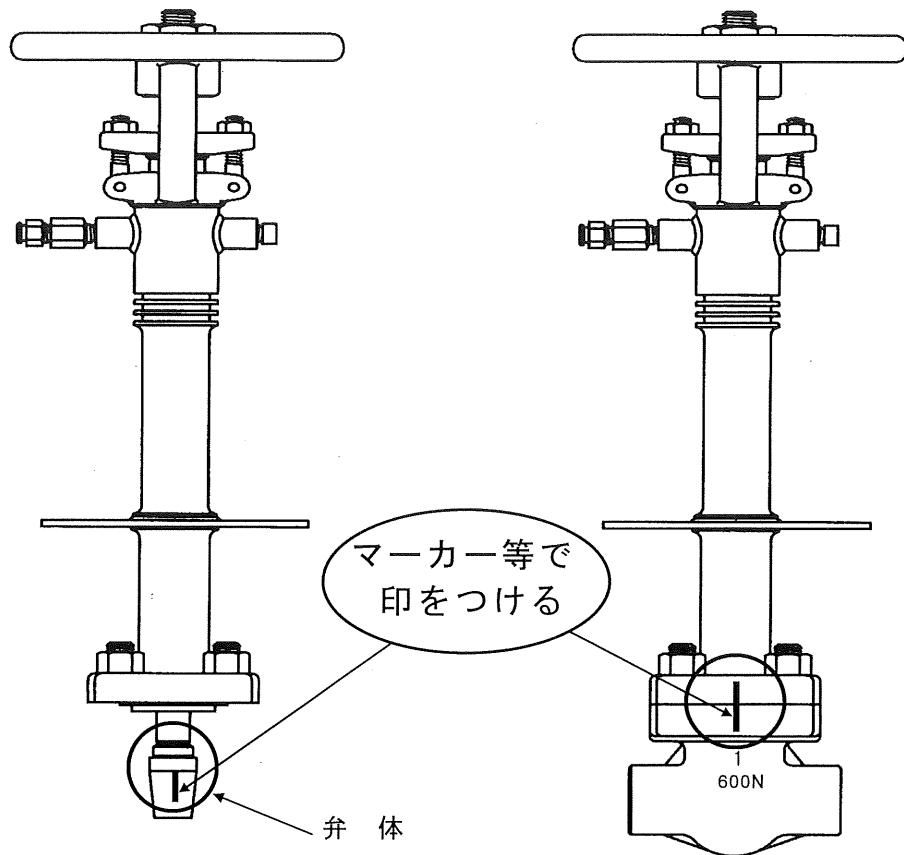

図 7.1 “合マーク” の仕方の例
- ふたボルトナットを緩めるまえに弁箱とふたをまたいでマーク一等で図 7.1に示すとおり“合マーク”的印をしてください。組立てするとき、“合マーク”に合わせます。
- ① 全閉状態にあるバルブは、ハンドル車を反時計廻りに廻し、バルブを中間開度の状態にしてください。全閉状態にある仕切弁は、弁体とシートリングのシート面が完全に密着していますから、この状態では、以降の分解を難しくしますので、組立てたままの状態でシート面が離れる状態までバルブを開くことにより分解しやすくなります。
- ② そのままの状態でふたボルトナットを1本ずつ対角線上に取り外してください。もし、残圧がある場合は、この時点でシューという音と共に漏れがあります。この場合は、シューという音が消えるまで、一時放置して残圧が無くなるのを確認し、作業の安全を確保してから作業してください。
- ③ ふたフランジ部を軽打し、弁箱から弁体、弁棒及びふたを組立てたままの状態で取外し、ガスケットだけの交換の場合は、この状態でガスケットを弁箱から取り出し、新品と換えることができます。
- ④ 弁棒より弁体を取り外す場合は、シート面に傷がつかないよう注意してください。仕切弁の弁体は、再組立のための図 7.1に示すとおり“合マーク”を印して入方向が判るようにしておくことにより当たりの出ているシート面が合致して漏れを防止します。